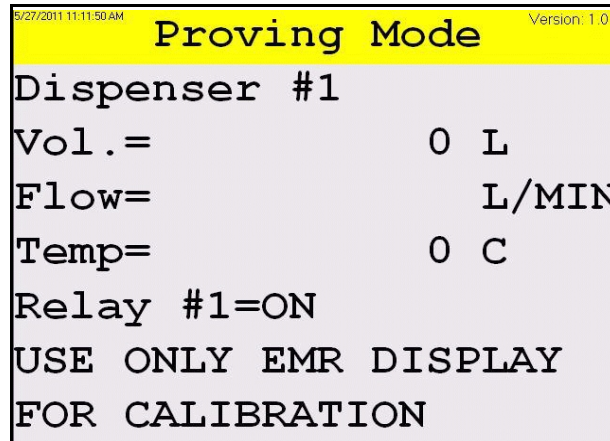

Figure 6
5) The EMR³ will now be authorized as if it was in stand-alone mode. The VPD's Proving Mode screen is displayed as seen below (figure 6) and gives the same information as the EMR³ register display.
5) L'EMR³ sera alors autorisé à fonctionner en mode autonome. L'écran "Proving Mode" du VPD est illustré ci-dessous (figure 6) et donne la même information que l'afficheur de l'enregistreur EMR³.